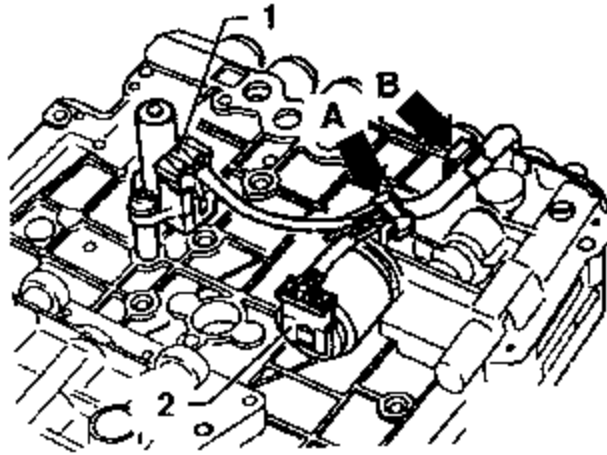
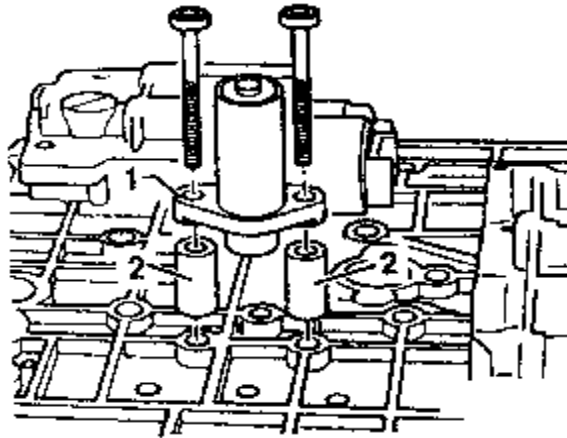

图 8-92 松开变速箱输入转速传感器插头
图 8-93 拆卸变速箱输入转速传感器
(1) 带 E17 液压控制变速箱输入转速传感器的拆卸。拆下滑阀箱，把滑阀箱转到后侧，松开变速箱输入转速传感器插头 1，如图 8-92 所示。拆下滑阀箱上变速箱输入转速传感器 1，如图 8-93 所示。
(2) 对于带 E17 液压控制变速箱,把滑阀箱转到后侧,松开变速箱输入转速传感器插头。拆下卡夹(图 8-92 所示箭头 A)并把线束从卡夹(图 8-92 所示箭头 B)拉出。拔下电磁阀 N91 的插头(图 8-92 所示)。
(3) 对于带 E18/2 液压变速箱,把滑阀箱转到后侧并松开变速箱输入转速传感器插头。拆下卡夹并把线束从卡夹拉出。